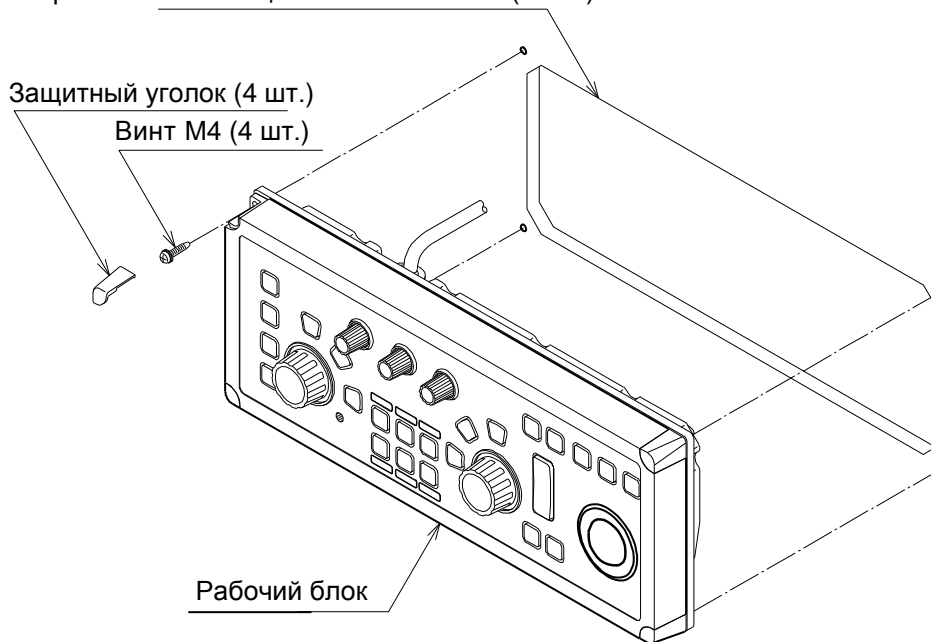

Рисунок 3.12 Консольный монтаж рабочего блока
- (1) Снять уголки рабочего блока.
- (2) Установить рабочий блок и его соединительный кабель в отверстие и отрегулировать так, чтобы рабочий блок был параллелен монтажной поверхности (Рисунок 3.12).
- (3) Закрепить рабочий блок на панели при помощи нарезных винтов 4 мм (4 шт.).
- (4) Снова установить уголки, демонтированные в пункте (1).